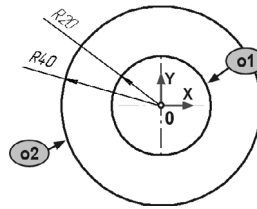

Рис. 25.3. Построение окружностей o1 и o2
2. Используя команду **Окружность**, постройте окружность  $\phi 1$  радиусом 20 мм. Включите отрисовку осевых линий. Положение центра укажите в точке 0 начала координат (рис. 25.3).